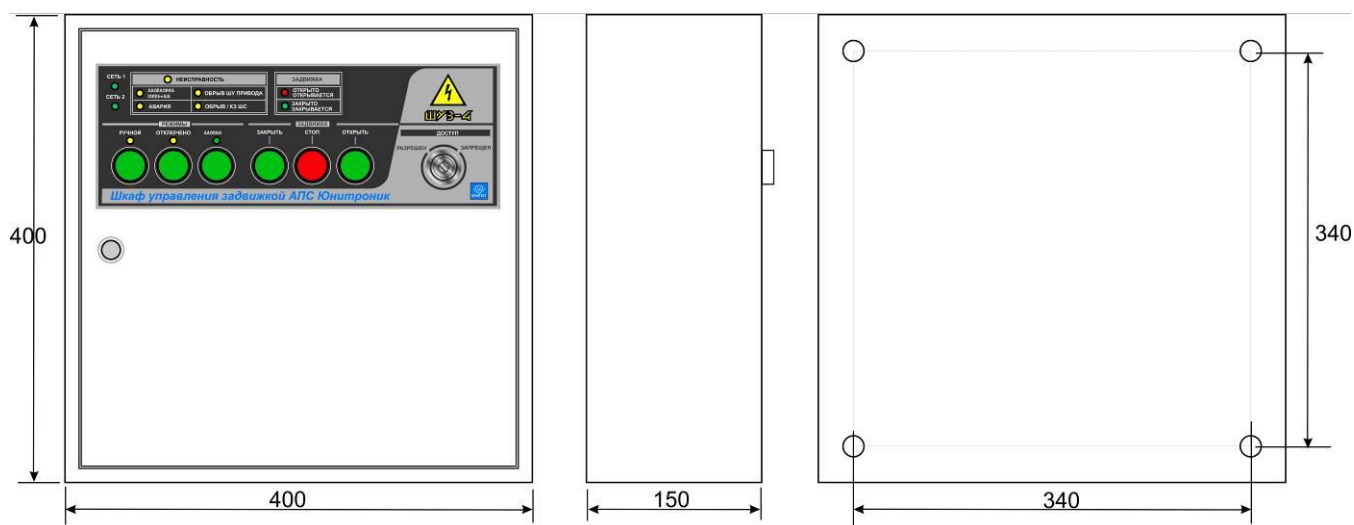

Рис.1. Габаритные и установочные размеры ШУЗ-4.
2.1.3. ШУЗ крепится на вертикальную несущую поверхность. Габаритные и установочные размеры ШУЗ приведены на рис.1, схема подключения – на рис.2.